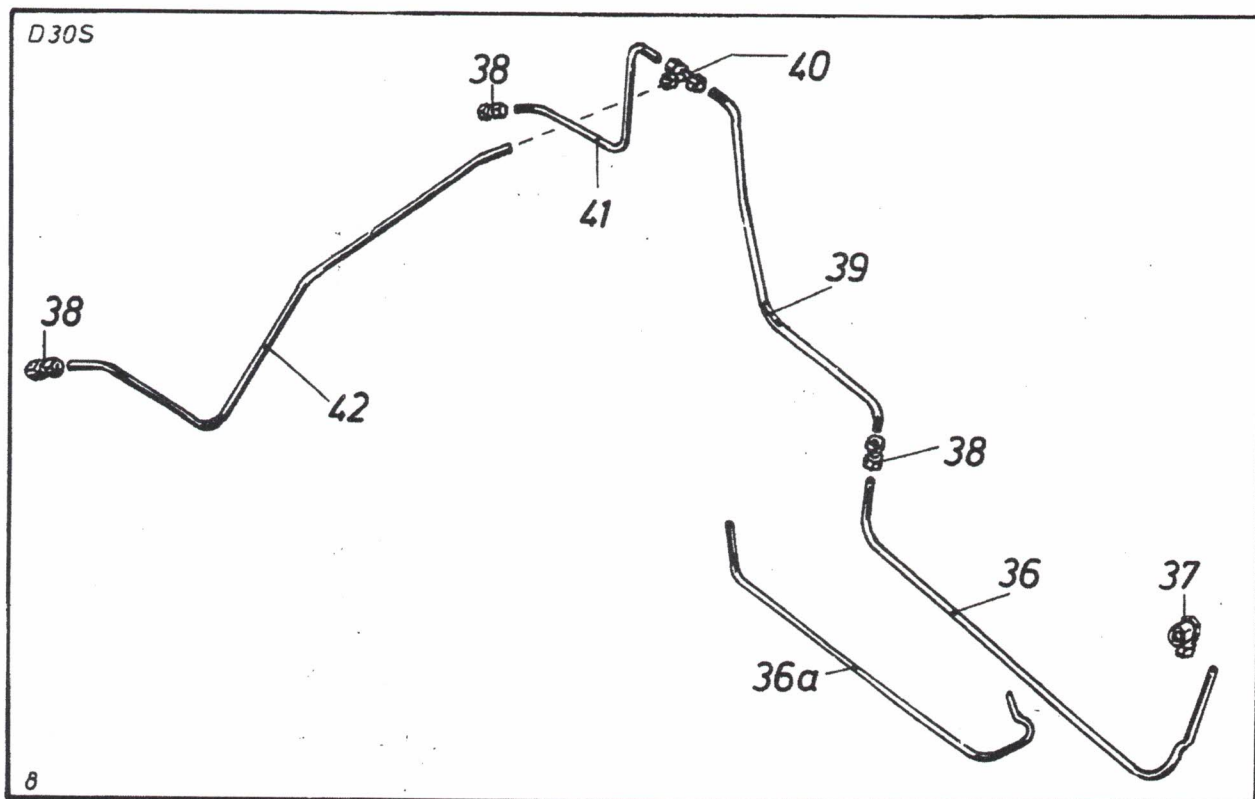

Bild 8
- B) Bei neueren Typen ein Gußblocksteuergerät an der rechten Seite, welches den Anschluß für Laderbetrieb enthält. Siehe Bild 8 (Hydraulikleitungen 56.06—06—05)
- C) Bei den letzten Typen das Blocksteuergerät HYSRZ 10B1. Siehe Bild 8 (Hydraulikleitungen 56.06—06—06)